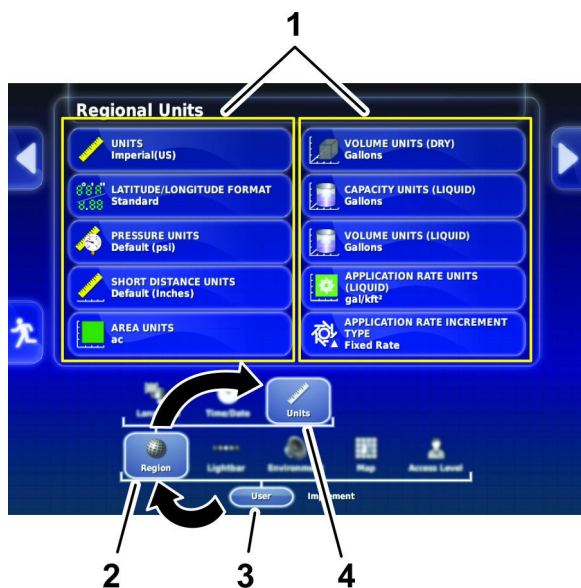

Figura 19
2. Pressione o ícone do Utilizador (Figura 19).
3. Pressione o ícone da Região (Figura 19).
4. Pressione o ícone das Unidades (Figura 19).